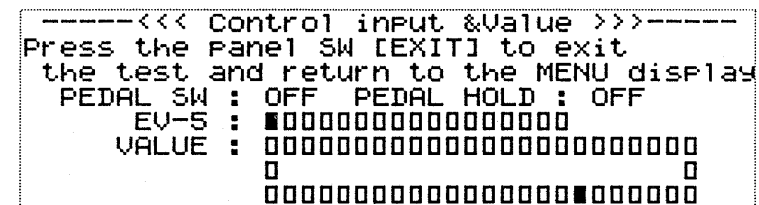

Fig.16
- 2.The LCD shown in figure 16 will appear.
- 2.LCDディスプレイに、Fig.16のように表示される。